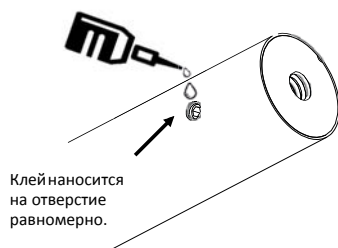

Рис. 2
1. Используйте клей и нанесите его в отверстие кронштейнов, после чего закрепите планку одним винтом, как показано на Рис. 2 (Это сделано для предотвращения ослабления винтов из-за вибрации после длительного использования).